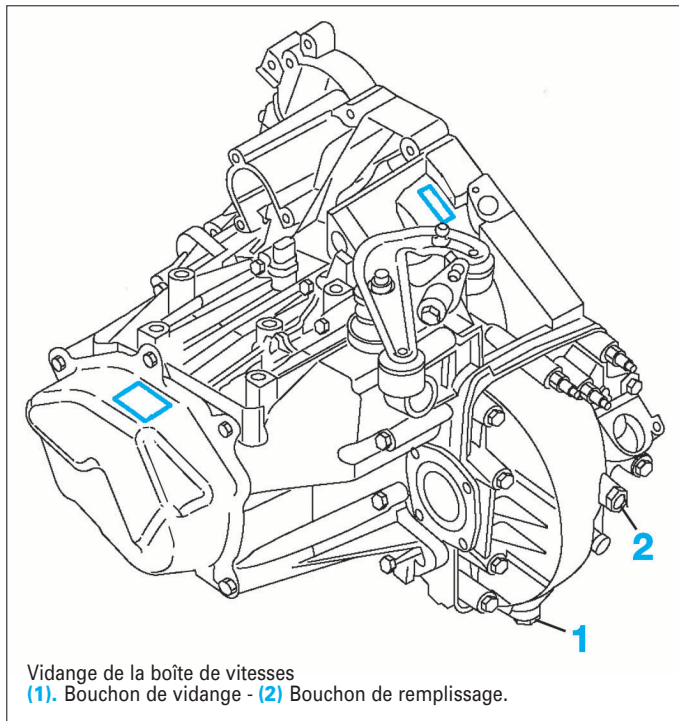

FIG. 7
- la tresse de masse (9).
- les vis de fixation du démarreur (10).
- le capteur régime moteur (11).
- Vidanger la boîte de vitesses (Fig.7).